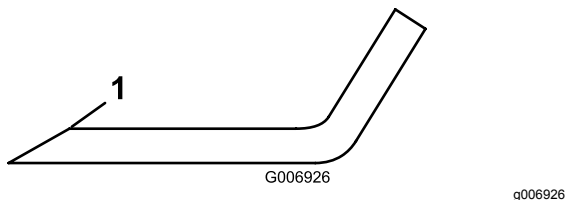

Figura 72
- Inspeccione los filos de corte de todas las cuchillas. Afílelos si están romos o tienen mellas, afíle únicamente la parte superior del filo y mantenga el ángulo de corte original para asegurar un afilado correcto (Figura 72).